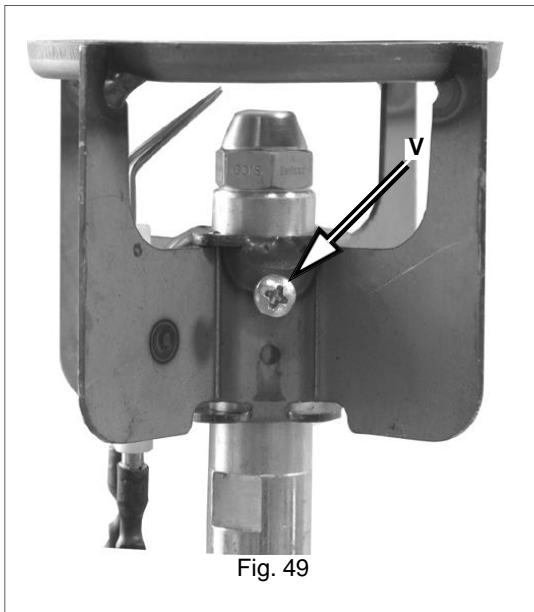
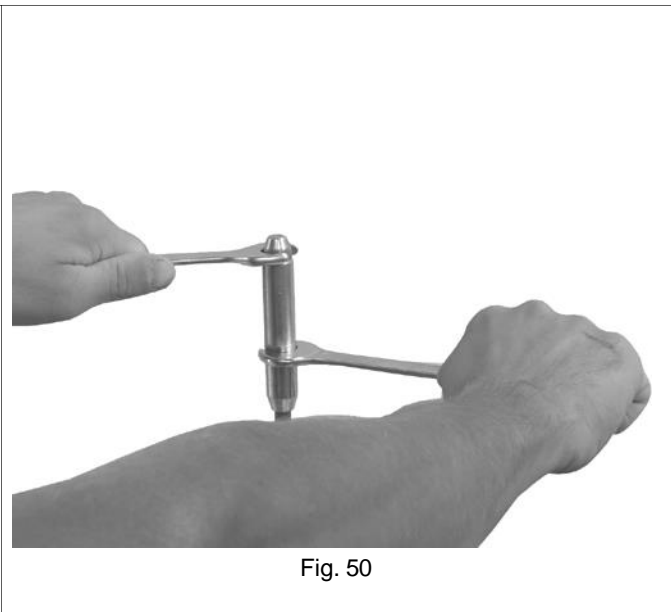

Fig. 49
Fig. 50
- Lösen Sie die Schraube V, mit der der Brennkopf befestigt ist, und nehmen Sie den Kopf vom Düsenhalter ab (Abb. 49 - Abb. 50). Um die Düse zu entfernen, müssen zwei Schraubenschlüssel verwendet werden (siehe Abbildung), um eine Beschädigung der Brennerplatte zu vermeiden.!